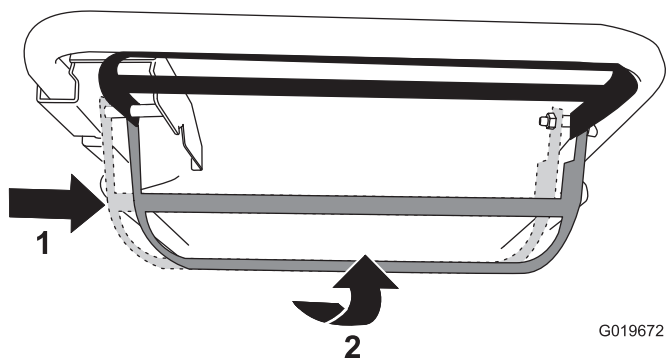

Figure 17
- **Pour utiliser la commande d'autopropulsion et engager la lame :** Déplacez la barre de commande de la lame complètement à droite et relevez-la contre le guidon (Figure 17).